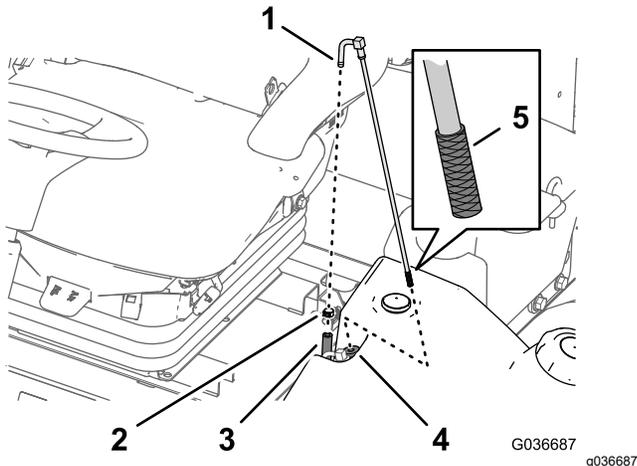

Figura 50
1. Retire a braçadeira de tubos que prende o tubo de alimentação do combustível à união do tubo de recolha de combustível (Figura 50).
2. Separe o tubo da união (Figura 50).
3. Levante o tubo de recolha de combustível do depósito do combustível (Figura 50).
4. Limpe quaisquer detritos no filtro na extremidade do tubo de recolha de combustível (Figura 50).
5. Insira o tubo de recolha de combustível através do casquilho de borracha e no depósito (Figura 50).